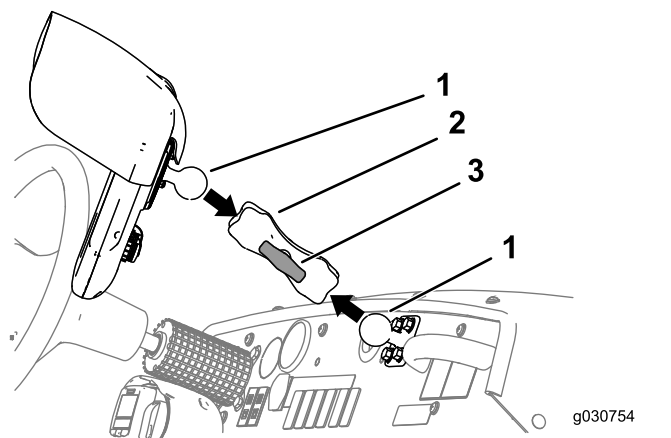

Figura 153
3. Desaperte o manípulo do braço do monitor até conseguir colocar tanto a articulação esférica para o encaixe na traseira do monitor de pulverização como a articulação esférica para a montagem no painel de instrumentos no braço do monitor (Figura 153).
4. A partir do banco do condutor (banco esquerdo), ajuste para a posição do monitor de pulverização para que possa ver facilmente o ecrã do mostrador (Figura 153).
5. Aperte o manípulo para o braço do monitor à mão (Figura 153).